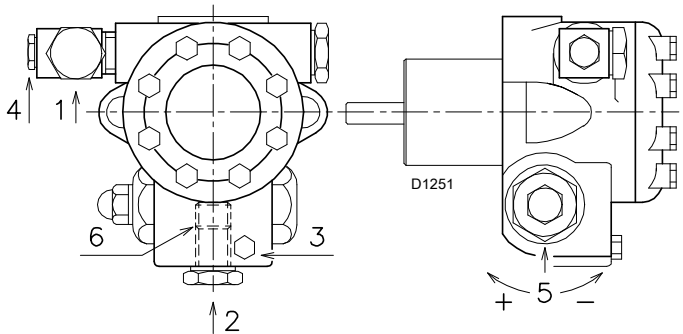

图 21
- 当有轻油从螺丝 3) (图 21) 处流出时, 可认为油泵已注油。将燃烧器停机: 将开关 1) (A) 置于 “OFF (停机)” 位置, 并拧紧螺丝 3) 。